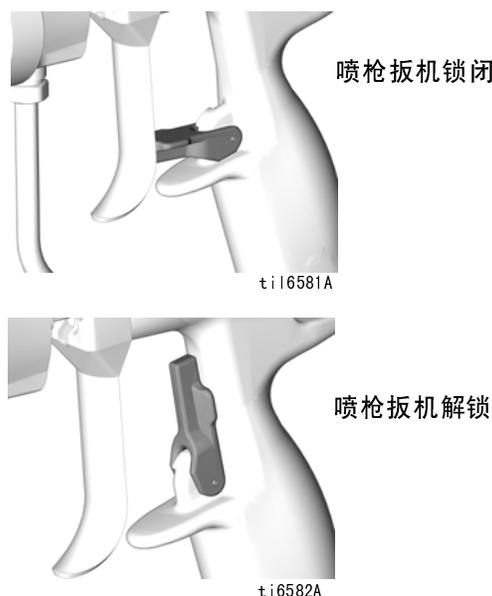

图 3. 扳机锁
参见图 3。停止喷涂时要始终锁上扳机锁，以免摔落或碰撞时或手指意外扣动了喷枪扳机。
1. 参见图 3。锁上喷枪扳机。从喷枪卸下喷嘴护罩和喷嘴。请参见喷枪手册。